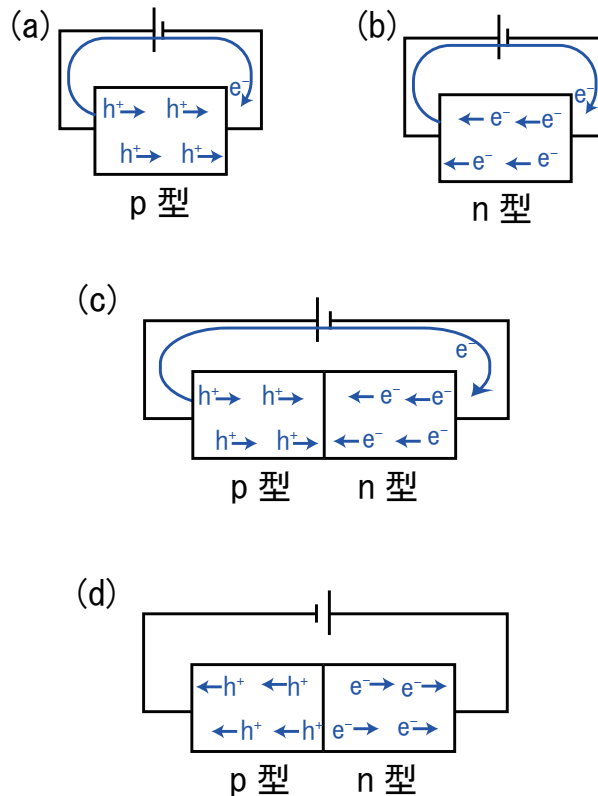

図 1 (fig20131219f)
p 型半導体では正孔がキャリアとなり、n 型半導体では自由電子がキャリアとなる。(Fig. 1(a), (b)) ここで、p 型と n 型半導体を直接接合した素子を考える。このような素子では、一方向にのみ電流を流すという _____ 作用が生じる。
順方向 この素子に対して Fig. 1 (c) の方向に電圧をかけた場合、p-n 接合界面を挟んで各キャリアが集まるように移動し、p-n 接合界面近傍で正負のキャリアが _____ する。この方向の電流は連続的に流れる。
逆方向 この素子に対して Fig. 1 (d) の方向に電圧をかけた場合、p-n 接合界面を挟んで各キャリアが離れるように移動し、電極端近傍で滞留してしまい、電流は継続的に流れない。
- Fig. 1 (c) の p-n 界面近傍で正負キャリアの対消滅が生じているが、Fig. 1 (d) の p 型半導体と導線の界面近傍では正負キャリアの対消滅が生じないのは何故か？
- Fig. 1 (c) の p 型半導体と導線の界面近傍では正負キャリアの対生成が生じているが、Fig. 1 (d) の p-n 界面近傍で対生成が生じないのは何故か？